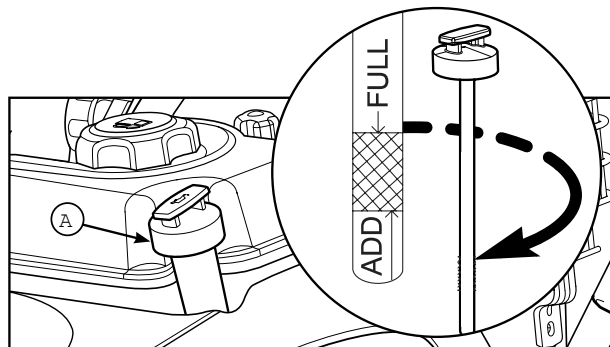

Рис. 3
2. Выньте крышку маслосливной горловины/ масляной щуп (А, рис. 3) и вытрите ее/его чистой тряпкой.